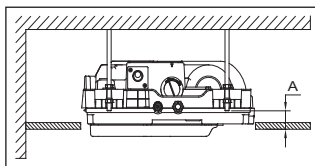

FIG. 41
- A diferença entre o nível da extremidade da haste de suspensão e a base do teto deverá ser de 30mm a 40mm ("A" - Fig. 41).